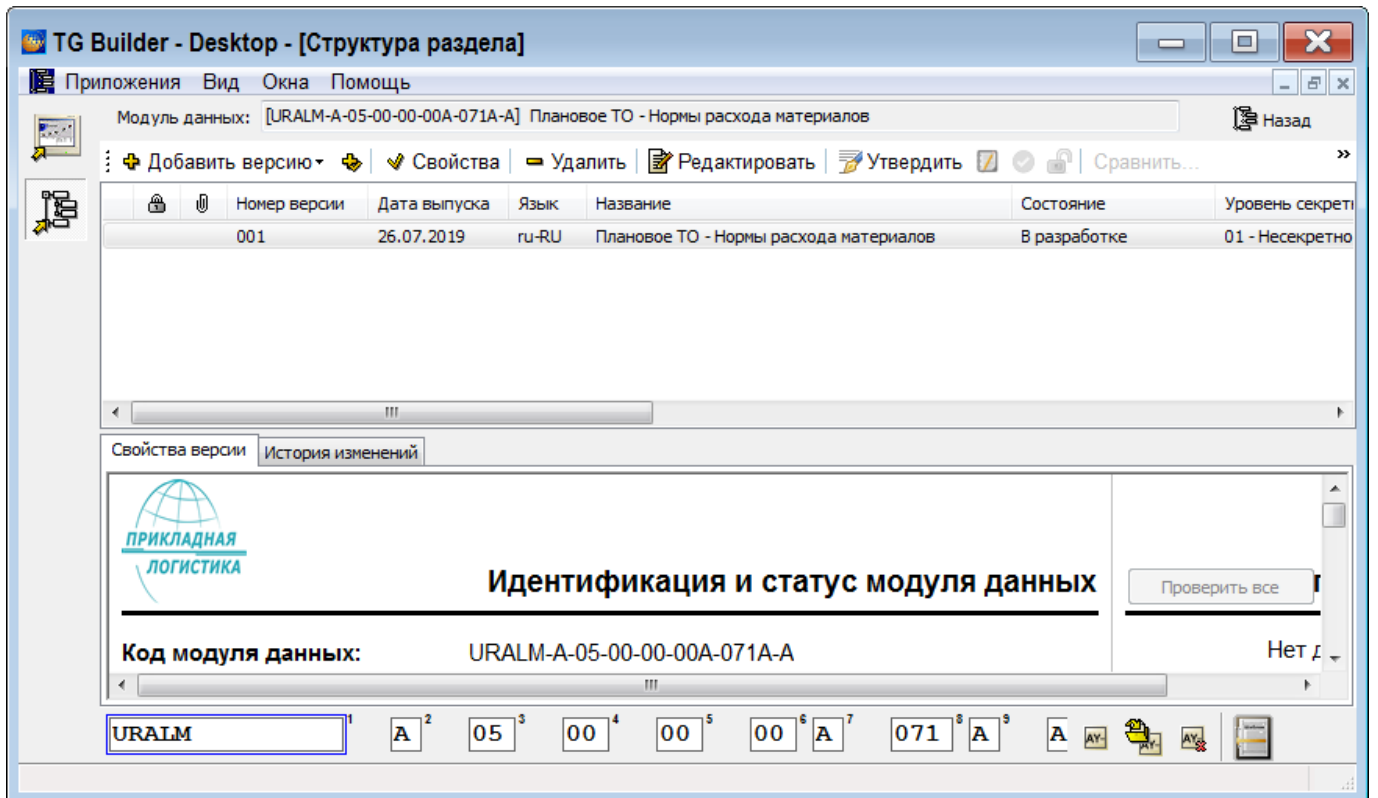

Рисунок 652
- 3) При необходимости введите причину добавления новой версии и отредактируйте параметры версии МД, присвоенные по умолчанию (рисунок 652).